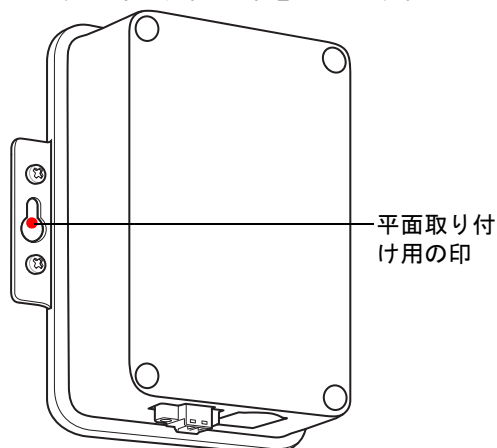

図 1-12 鍵状の穴の取り付け位置
2. 取り付け位置を決めます。EA3600 を上下逆さまにして鍵状の穴と取り付け位置を合わせ、図 1-12 に示すようにその位置に印を付けます。